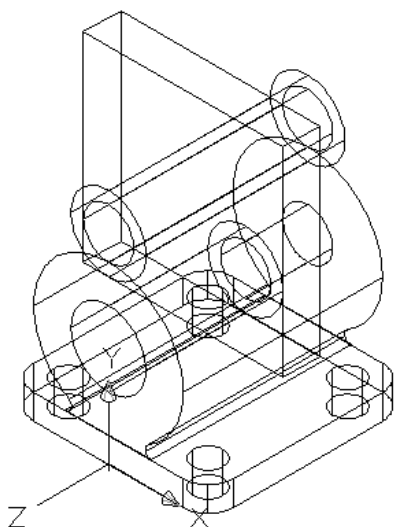

Рис. 3.14. Отрисовка ящика
-  Получился ящик, пересекающий деталь (рис. 3.14).